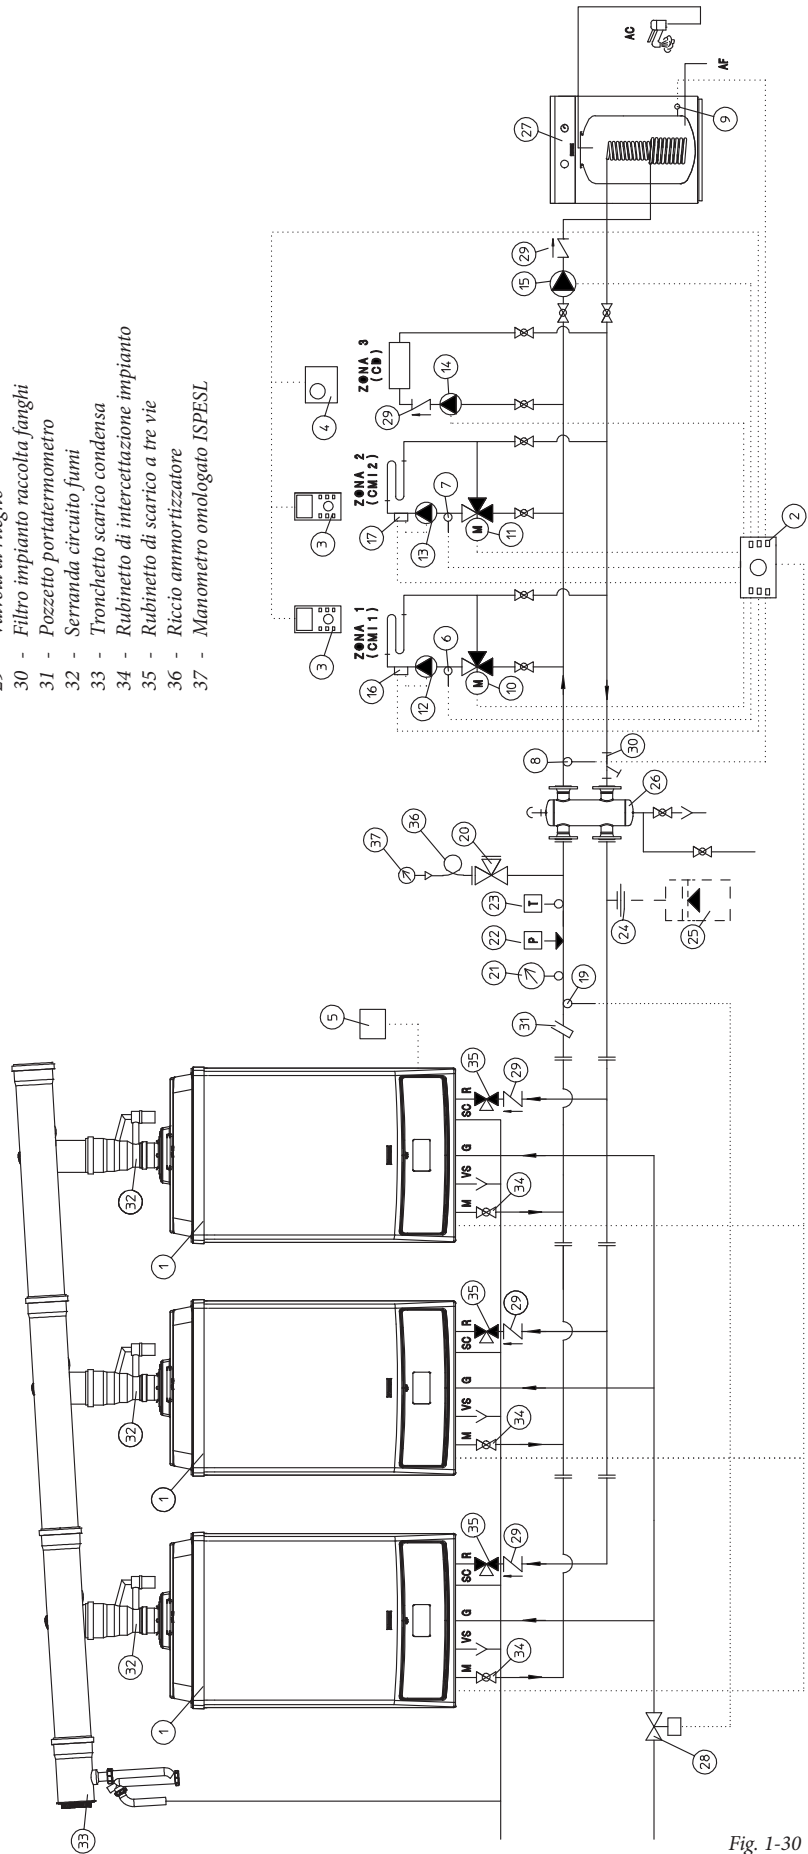

Fig. 1-30
**N.B.:** nel caso di interventi di manutenzione della caldaia che comportino la chiusura di uno o entrambi i rubinetti di intercettazione impianto (34 Fig. 1-30), la caldaia deve essere spenta.